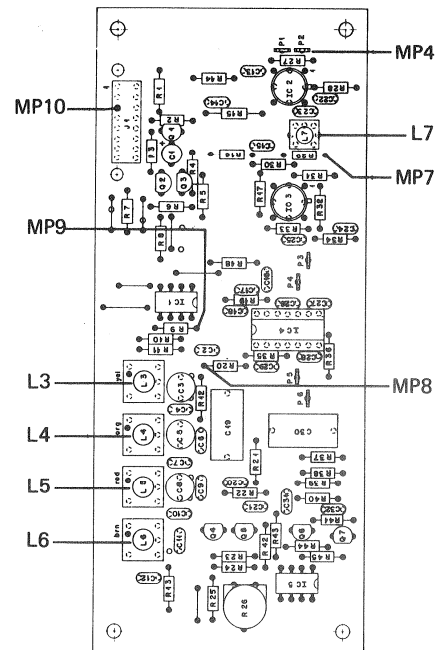

Fig. 4.5
- HF-Voltmeter an Messpunkt MP7 (R29, IC3 Pin 1, 1.726.750, Fig. 4.5) anschliessen und L7 auf maximale Spannung einstellen (ca. 400mV).
- NF-Voltmeter an Messpunkt MP9 (J1 Pin 2, 1.726.750, Fig. 4.5) anschliessen.
- Gerat ausschalten und IC 4 vorsichtig aus dem Sockel ziehen. Den Generator und den Frequenz-Zaehler an MP8 (R20) anschliessen (Fig. 4.5).